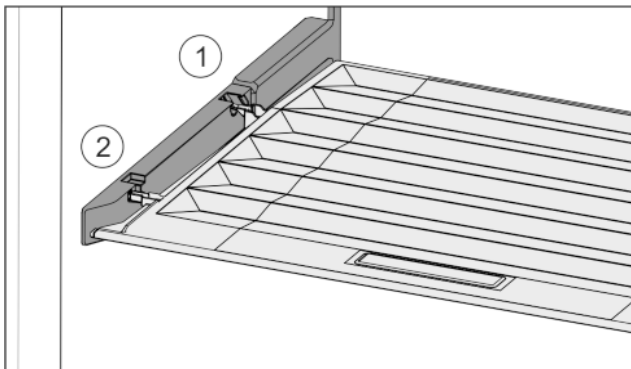

Fig. 33
- ▶ Introduceți nervura capacului prin orificiul suportului posterior Fig. 33 (1) și înclicetați-l în față în suport Fig. 33 (2).